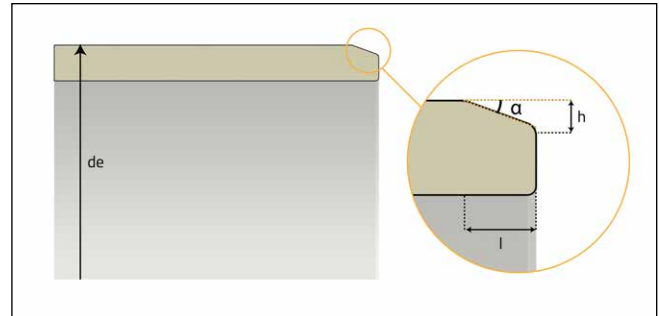

Рис. 65: Необхідна фаска на патрубку труби
- Зробіть фаску на різаному краю труби з зовнішнього боку відповідно до Таблиці 16 і закругліть край алмазним шліфувальним диском (рис. 65). Як правило, обрізані краї не потребують захисту, якщо тільки труби не були замовлені зі спеціальним захистом.